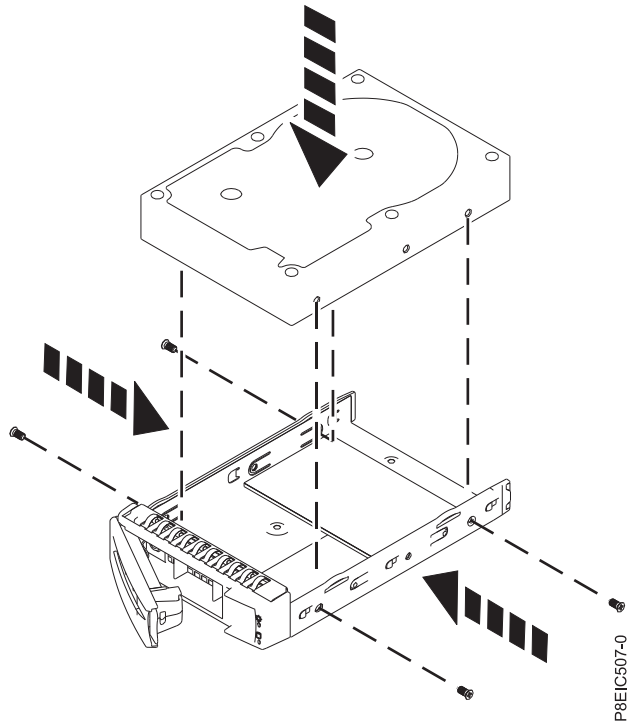

Figure 10. Montage de l'unité 3,5 pouces dans le tiroir
- Une unité 3,5 pouces remplit le tiroir, comme illustré dans la figure 10, à la page 13. Fixez l'unité de chaque côté du tiroir à l'aide de quatre vis (2 de chaque côté).